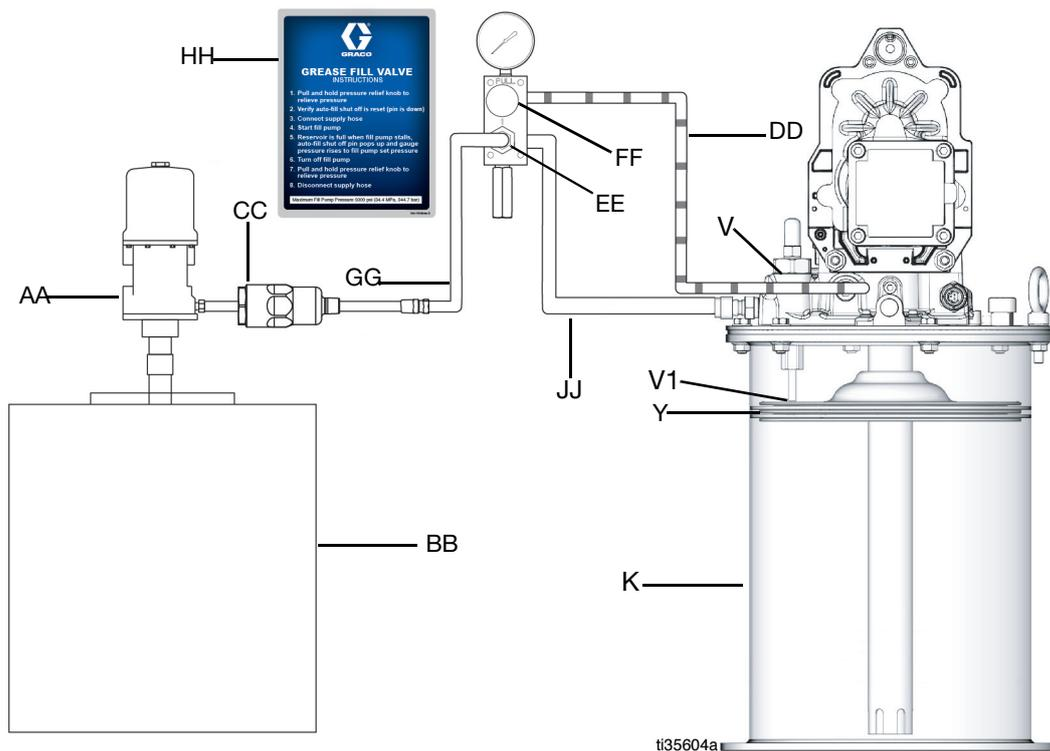

Рис. 16
4. Соедините шлангом подачи (GG) насос станции дистанционного заполнения (AA) и соединительную муфту порта заполнения (FC) с отметкой «I» (Рис. 16).
5. Включите насос станции дистанционного заполнения (AA).
6. После заполнения бака (K) произойдут следующие события:
- насос станции дистанционного заполнения (AA) остановится (напор достигнет нулевого значения)
7. Выключите насос станции дистанционного заполнения (AA) (Рис. 16).